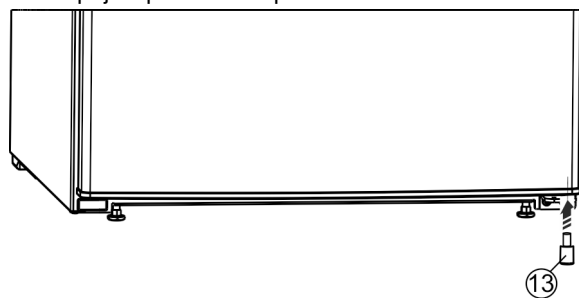

Fig. 7
- Distanční vložku Fig. 7 (13) opět vsadte vpravo dole do dveří; je důležitá pro stabilitu přístroje.